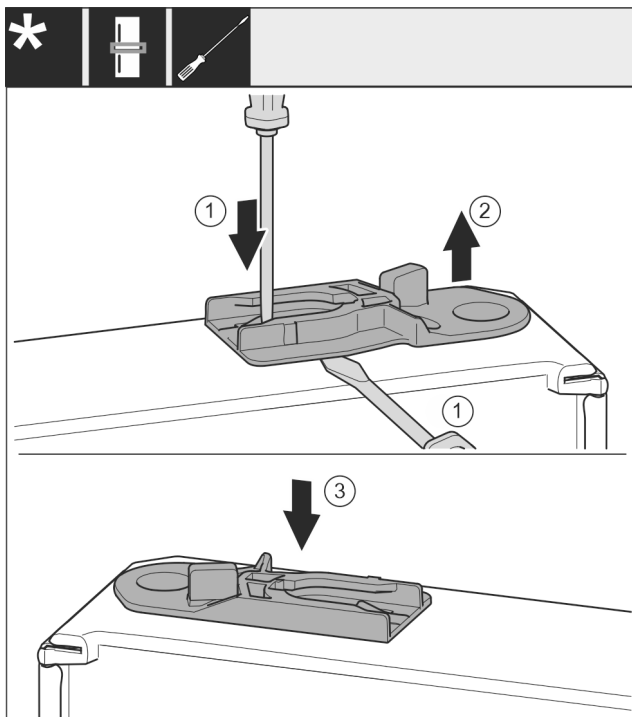

Fig. 38
- ▶ Húzza ki a vezetőhüvelyt: Nyomja a fedőlemezt lapos csavarhúzóval, és közben nyúljon lapos csavarhúzóval a vezetőhüvely alá. Fig. 38 (1, 2)
- ▶ Tolja be a tartozékként mellékelt vezetőhüvelyt a ház másik oldalán. Fig. 38 (3)